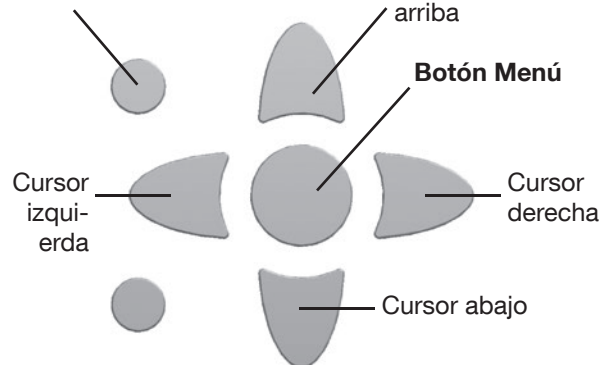

fig. 6.2: Asignación de teclas del controlador
El usuario debe comprobar al menos una vez al mes el correcto funcionamiento de la estación de agua potable. Para ello, debe inspeccionar visualmente el botón de menú (1) del controlador. **El funcionamiento correcto se indica con un anillo verde brillante alrededor del botón de Menú** (ver fig. 6.2 en la página 38).
Si no se muestra el fallo, presione el botón “volver” (ver fig. 6.2 en la página 38) repetidamente hasta volver a la pantalla de inicio: